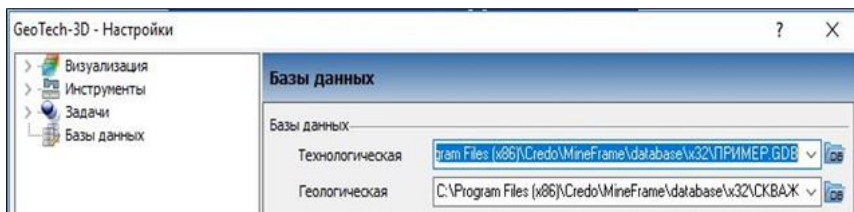

Рис. 6.2. Подключение геологической базы данных
9. Запустите систему МАЙНФРЭЙМ ГЕОЛОГИЯ в пункте меню **Сервис/Настройки/Базы данных** подключите Геологическую БД **Скважины.gdb**. (рис. 6.2).